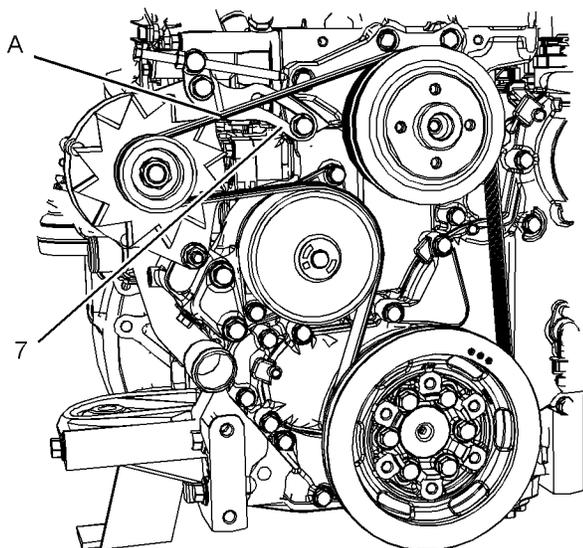

Ilustración 36
5. Instale la correa nueva, use la configuración (A). Revise visualmente si la correa está alineada correctamente.
6. Gire el tornillo (2) hacia la derecha para tensionar la correa. Asegúrese de que el ajustador del eslabón (7) esté en la máxima extensión. Consulte la ilustración 36 .
7. Ajuste el perno (5), la tuerca y el perno (6) y ajuste la tuerca y el perno (1). Apriete estas tuercas y estos pernos a un par de 50 N·m (37 lb-pie).
8. Gire el perno (2) dos vueltas completas hacia la izquierda y ajuste la tuerca (3) a un par de 30 N·m (22 lb-pie).